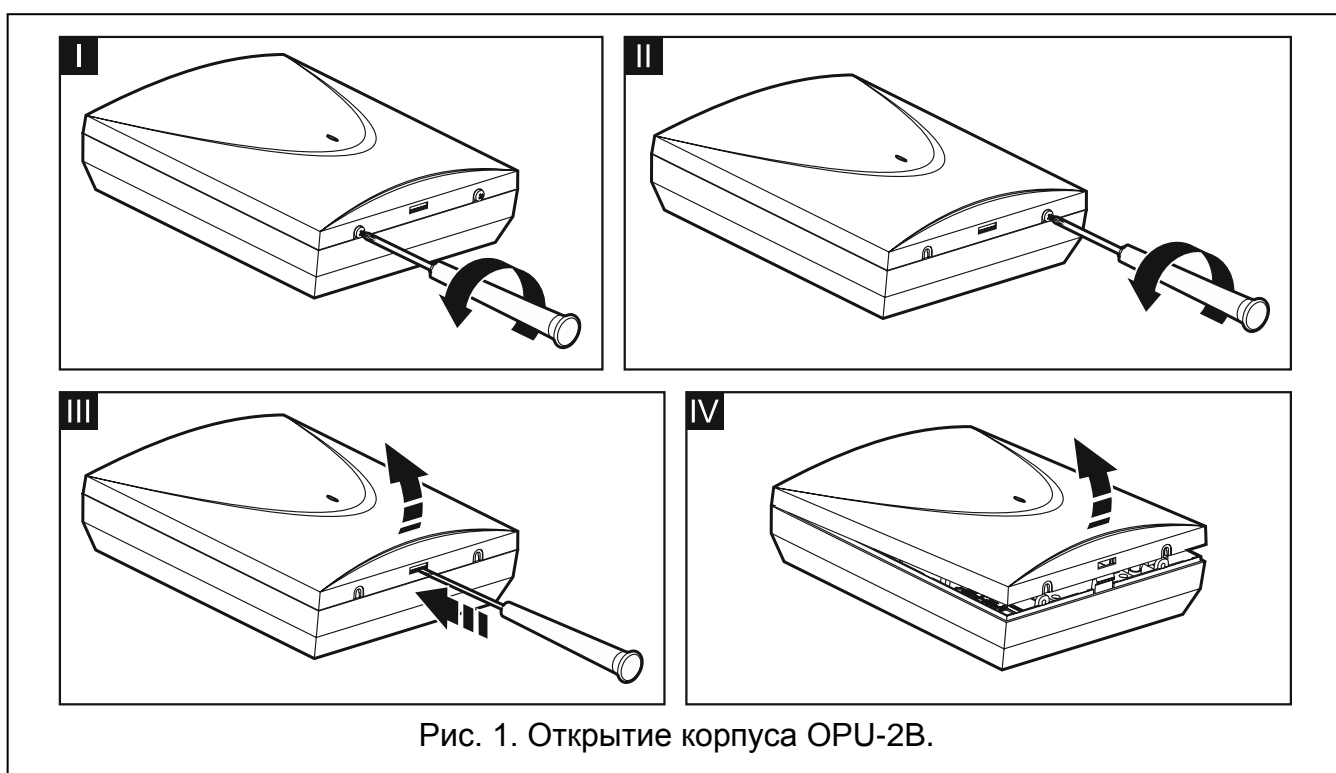

Рис. 1. Открытие корпуса OPU-2B.
1. Слегка выкрутите шурупы, блокирующие крышку корпуса, и снимите ее (рис. 1).